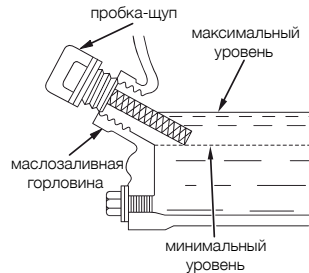

Рис. 4
- вновь вывернуть пробку-щуп и извлечь ее из маслосазливной горловины, проверить уровень масла по отметкам на щупе. В случае недостаточного уровня масла, медленно долить масло до нужного уровня по меткам на щупе или до края маслосазливной горловины (см. рис. 4);